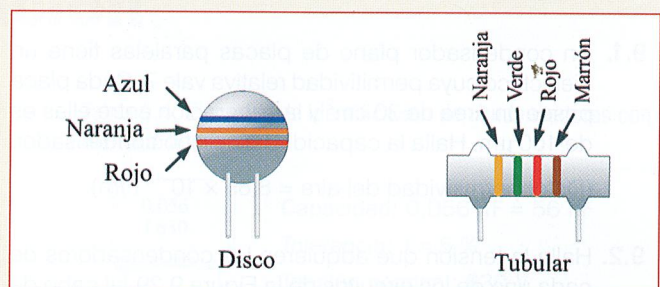

Figura 9.28.
- 9.10.** Determina las características de los condensadores de cerámica que aparecen en la Figura 9.28.